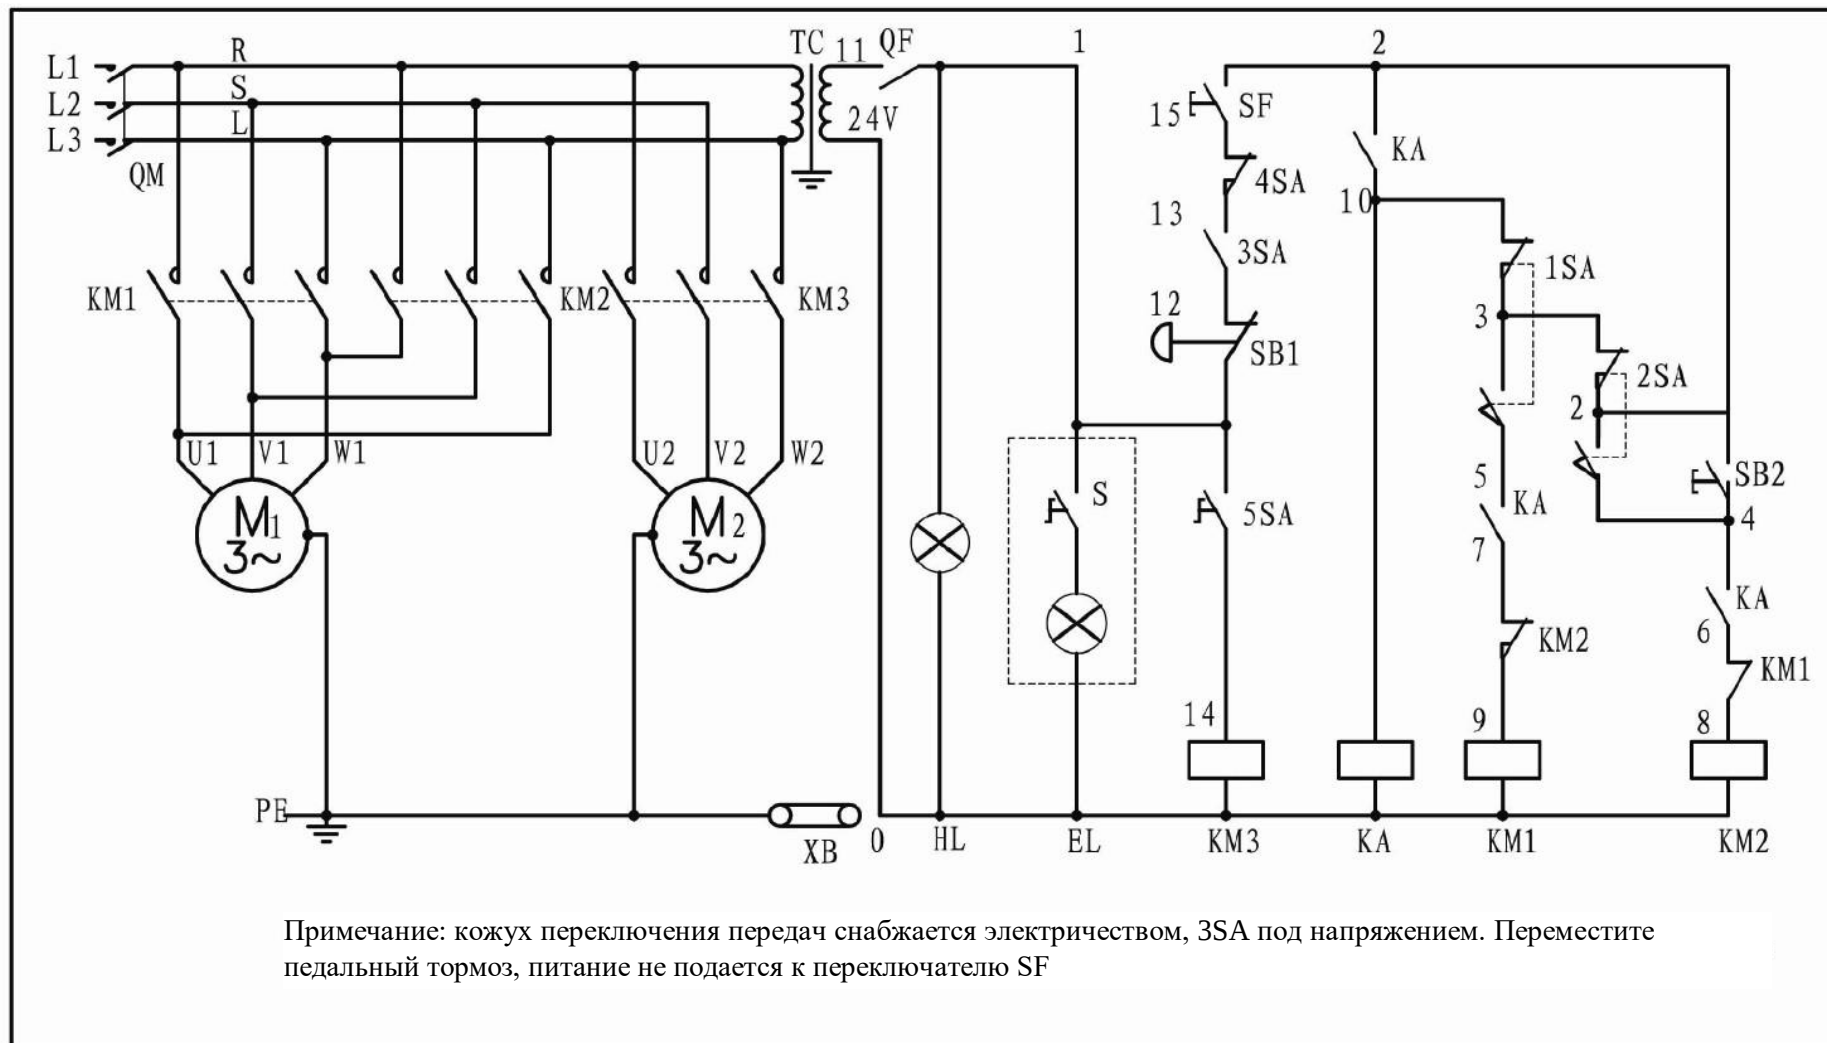

Рис. 12 Схема проводки 380 В – 440 В, 50 Гц, 60 Гц
1) 380 В – 400 В, 50 Гц, 60 Гц. Электрическую схему см. на Рис. 12 и таблицу 8 «Электрические компоненты».